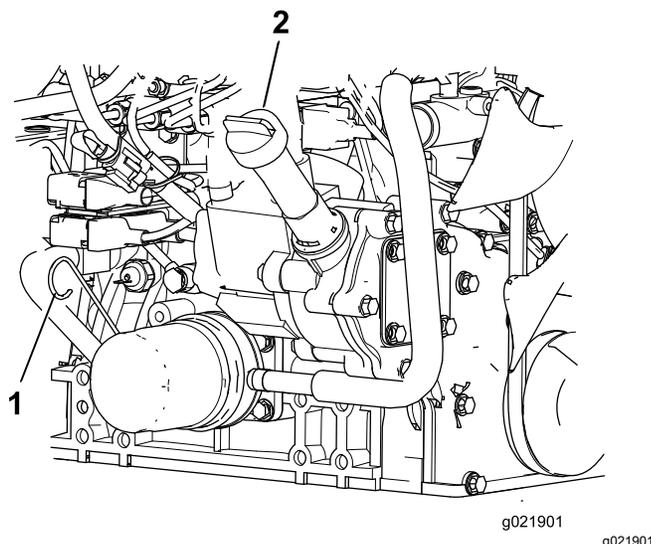

Рисунок 74
3. Извлеките масломерный щуп, протрите его, вставьте в трубку и снова извлеките. Уровень масла должен находиться между отметками FULL (Полный) и ADD (ДОБАВИТЬ) (Рисунок 74).
4. Если уровень масла низкий, снимите крышку заливной горловины и добавляйте масло до тех пор, пока его уровень не будет находиться между отметками FULL (Полный) и ADD (ДОБАВИТЬ) (Рисунок 74).